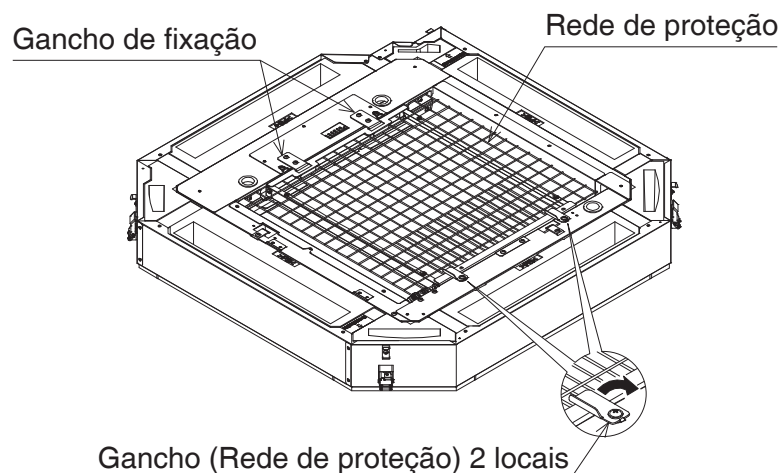

Figura 4
- (1) Retire as fitas que fixam os 2 ganchos (rede de proteção) para rodar os 2 ganchos (rede de proteção). (Ver **Figura 4**).